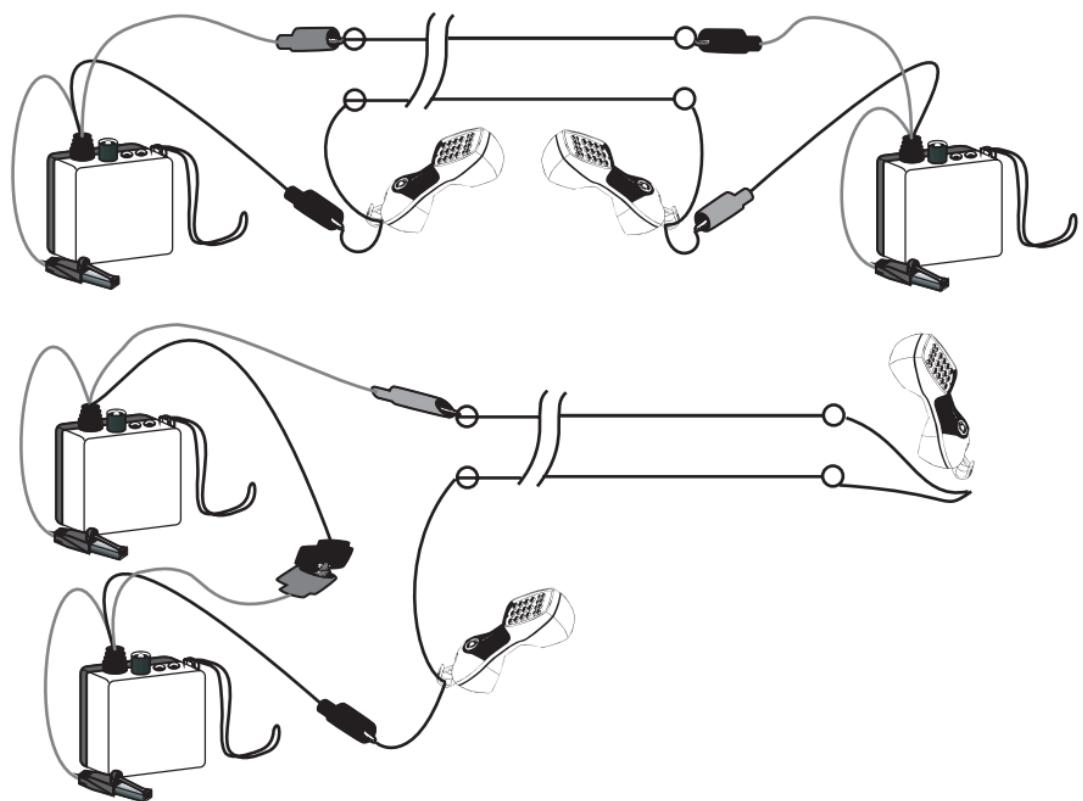

Рисунок 4 – Организация служебного канала связи при помощи тестовых телефонных трубок и генераторов модели 77.
- 2.4.1 Подключите измерительные провода последовательно к телефонному испытательному комплекту (стыку) и неактивной паре проводов (рисунок 4);